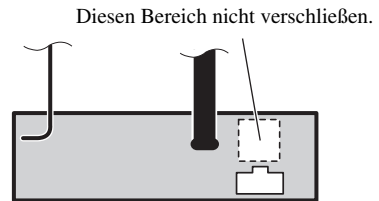

Abb. 5
- Die Kabel dürfen nicht den in der Abbildung unten dargestellten Bereich bedecken. Dies ist erforderlich, damit die Verstärker ungehindert abstrahlen können. (Abb. 5)